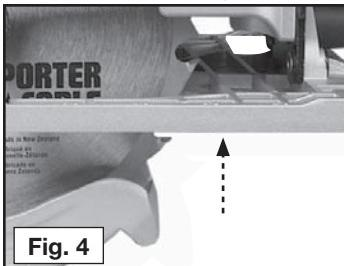

Fig. 4
2. Nettoyez la bride intérieure de lame et rétractez le protecteur télescopique, et placez une lame affûtée sur l'arbre en vous assurant que les dents sont dirigées vers l'avant de la scie, comme illustré à la Fig. 4.